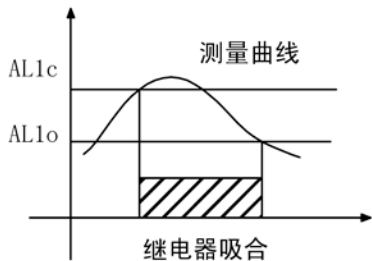

图1
- (1) AL1c=AL1o,继电器不动作。
- (2) AL1c>AL1o,用于上限报警,动作情况如下图1